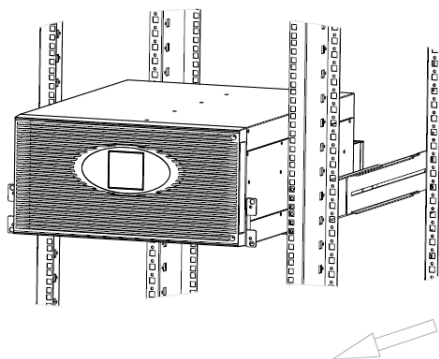

Abbildung 39: Ausbau XANTO S 10000, Schritt 3/3
3. Lösen Sie die 19" Montagewinkel der USV-Anlage an der Vorderseite des Racks und ziehen Sie die USV-Anlage aus dem Rack (siehe Abbildung 39).